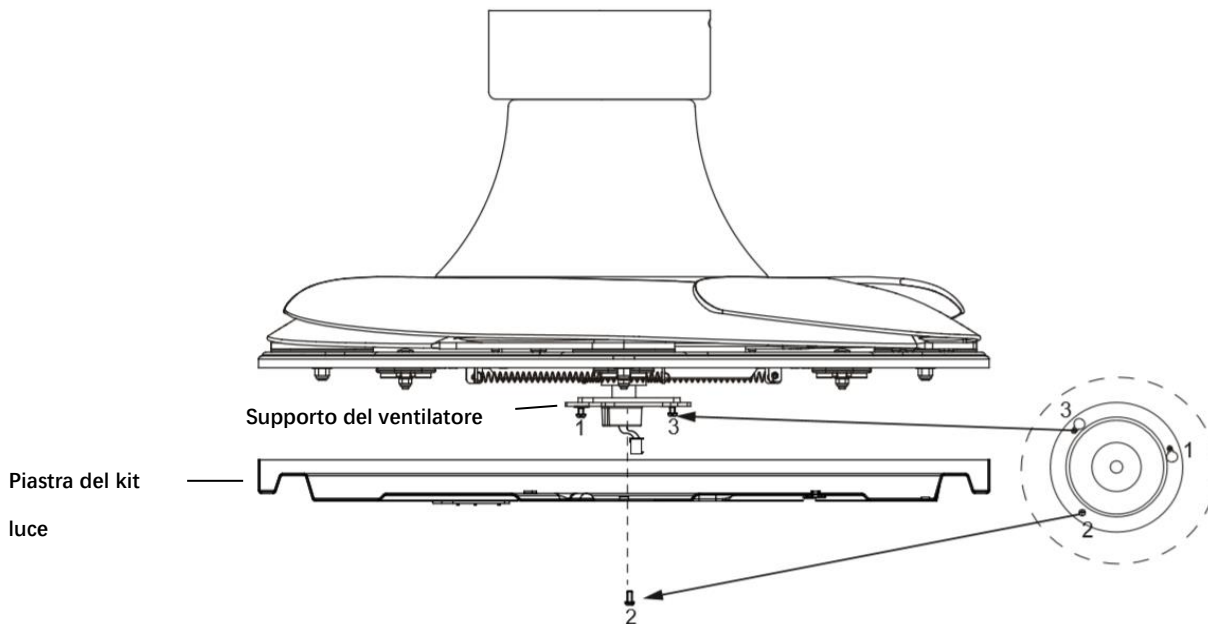

Fig. 6
INSTALLAZIONE DEL KIT LUCE (Fig. 6 e 7)
1. Allentare la vite (2) dal supporto sul ventilatore. Allineare le due viti (1 e 3) con i fori (1 e 3) sulla piastra del kit luce (Fig. 6).
3. Fissare la vite (2) alla piastra del kit luce. Serrare tutte le tre viti. Non avvitarle eccessivamente.